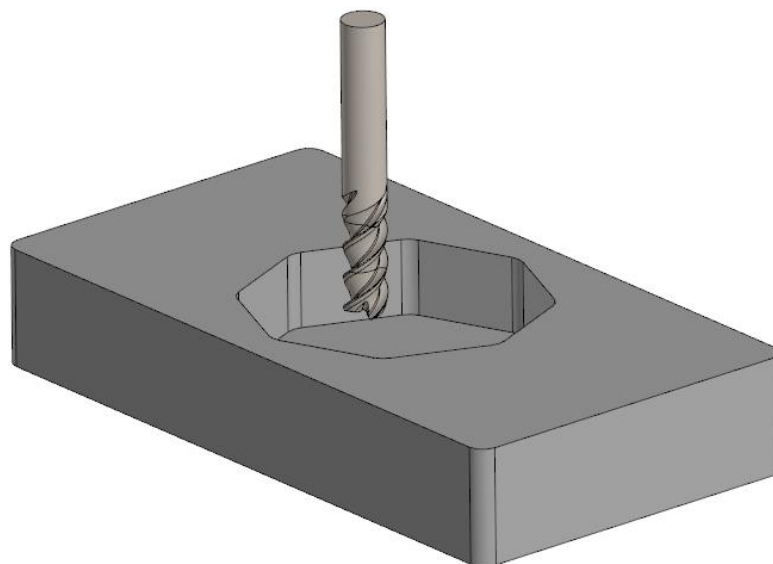
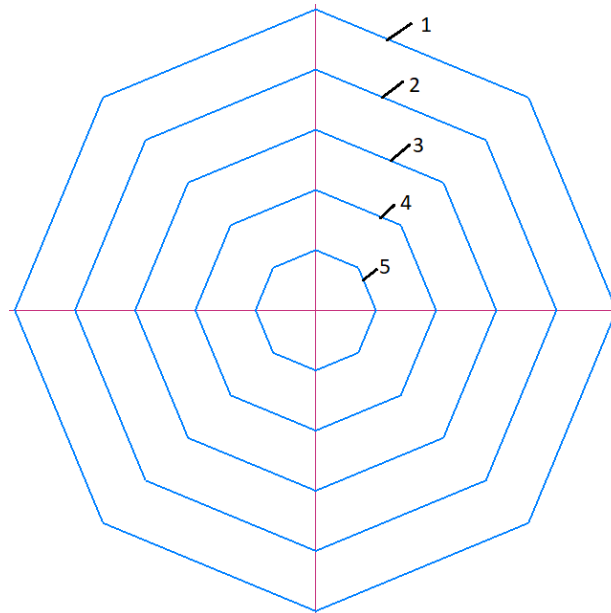

Рис. 4
Рис. 5
На фрезерном станке концевой фрезой обрабатывается деталь 3D-принтера, имеющая углубление в виде правильного восьмиугольника (рис. 4). Траектория фрезы представляет собой пять правильных восьмиугольников без скруглений (рис. 5). Диаметр описанной окружности траектории (1) равен $d_1=50$ мм, траектории (2) – $d_2=40$ мм, траектории (3) – $d_3=30$ мм, траектории (4) – $d_4=20$ мм, траектории (5) – $d_5=10$ мм соответственно. Определить **время** (сек.) прохождения фрезы по всем пяти траекториям, если известно, что линейная скорость перемещения фрезы составляет $V=0,01$ м/с. Временем на переход между траекториями пренебречь.